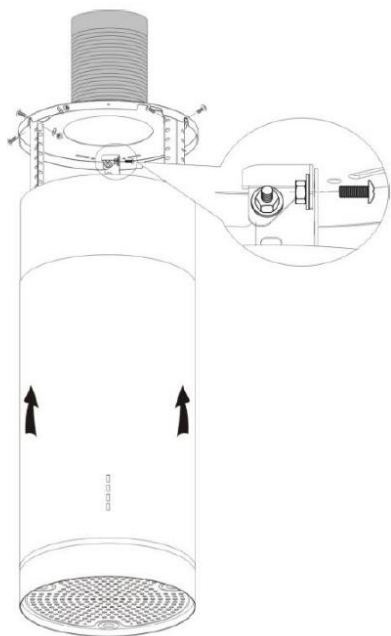

Рис.8
8. Вытяните расширительную трубу из потолка – рис. 8.